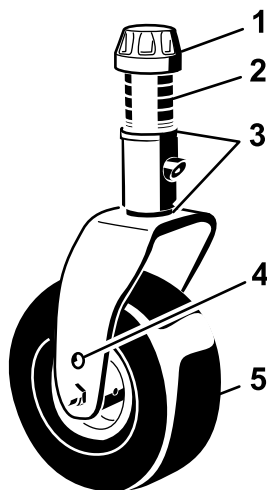

Bild 17
4. Entfernen Sie die Spannkappe von der Spindelwelle und ziehen die Spindel aus dem Laufradarm heraus (Bild 17).